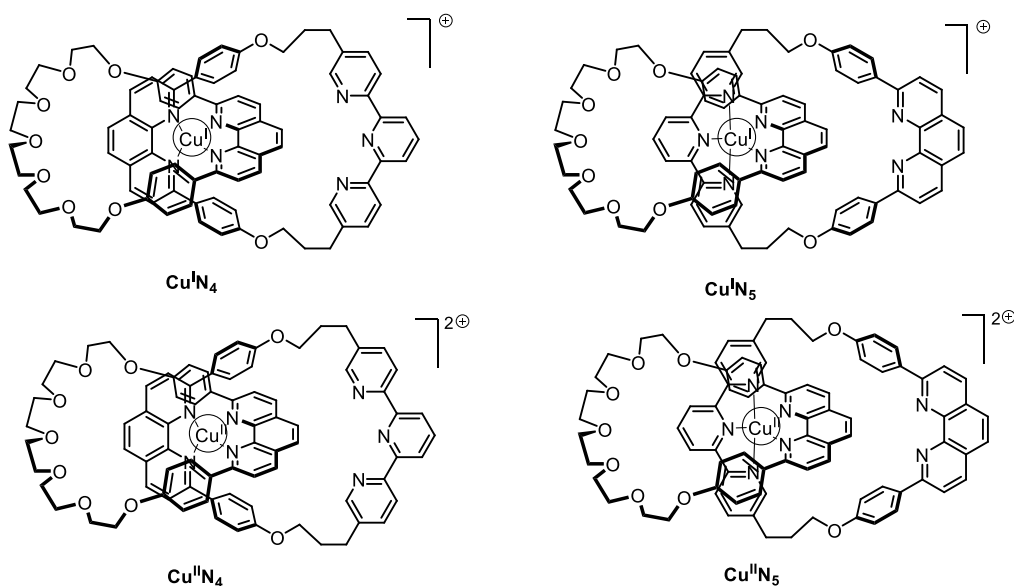

Fig. 2 – Estados del [2]catenane **L**
11. **Rellena** los recuadros con borde continuo utilizando la designación de los complejos involucrados en la Fig. 2. **Completa** los de borde punteado con la secuencia para alcanzar el control electroquímico del sistema utilizando la notación siguiente :  (rotación); $+ e^-$; $- e^-$.